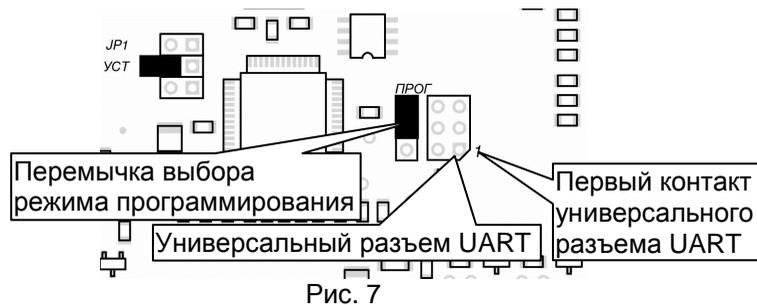

Рис. 7
Для программирования УО без отключения питания установить переключку выбора режима программирования в соответствии с рис. 7, подключить программатор. После подключения программатора процесс программирования начнется автоматически, по окончании программирования нужно отсоединить программатор от УО и вернуть переключку выбора режима программирования в исходное положение, после этого УО готово к работе.
5.4.1. Отключить сетевое питание УО, отключить АКБ от УО. установить переключатель выбора режима программирования в соответствии с рис. 7.